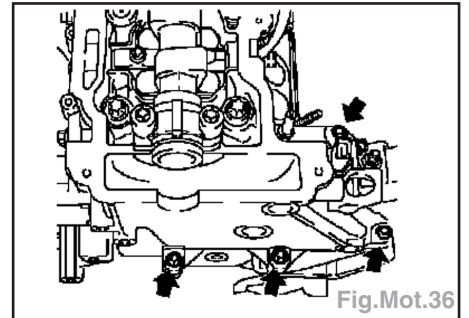

Fig.Mot.36
- Desserrer les vis de fixation (3) et (4) de l'alternateur et le basculer vers l'arrière.
- Déposer le tendeur de chaîne (5) (tenir compte de la position de montage).
- Enlever les vis de fixation (6) et retirer par le haut le rail de guidage de la chaîne simple de distribution.
- Déposer les vis de fixation de la culasse (Fig.Mot.36).